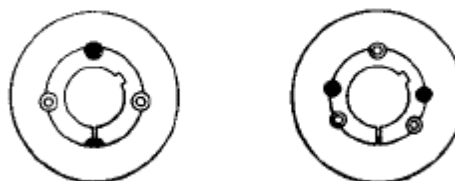

Figura 10-5 Fori pulegge
3.- Inserire la bussola nel foro della puleggia, avendo cura di far coincidere i semifori filettati della puleggia con i semifori non filettati della bussola (Foto 32). Questi fori possono essere 2 o 3 (Figura 10-5), come si osserva anche nella tabella 10-1 in funzione della grandezza della puleggia.